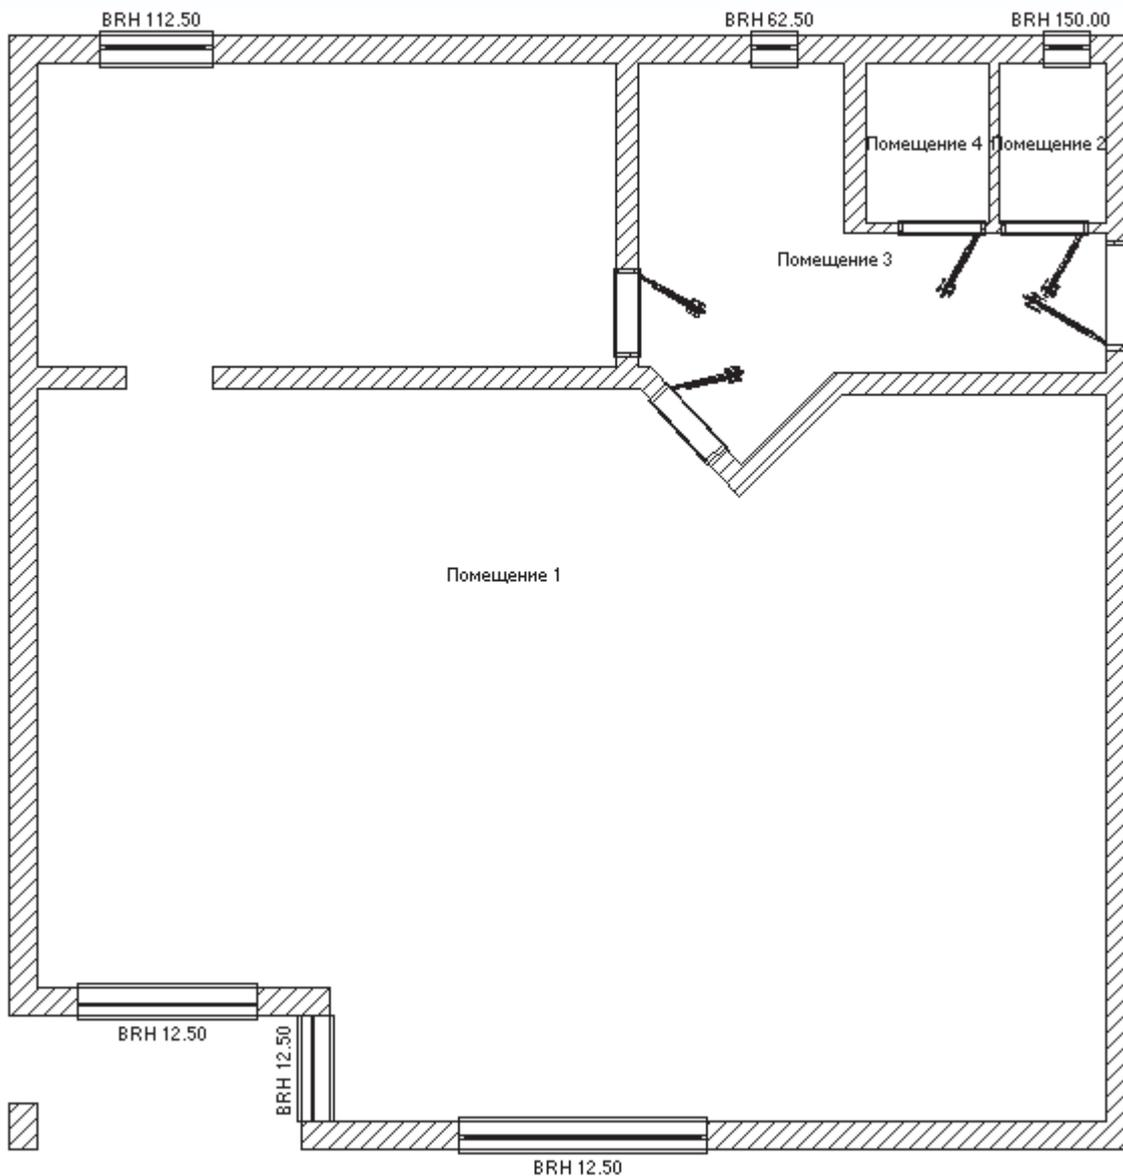

Рис. 5.40. План квартиры, созданный с помощью мастера проектов
4. На втором шаге задайте определяющий размер плана равным 12,5 м вместо 9,5. Завершите работу мастера, после чего разместите сгенерированный программой план приблизительно посередине листа чертежа (рис. 5.40).